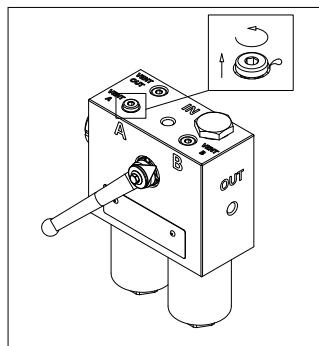

fig. 2
- (Fig. 2) Far fuoriuscire l'eventuale aria dall'impianto sul LATO NUOVO allentando il tappo di sfiato "Vent A" o "Vent B" di un giro al massimo, finché il fluido di lavoro non inizia a trafigliare